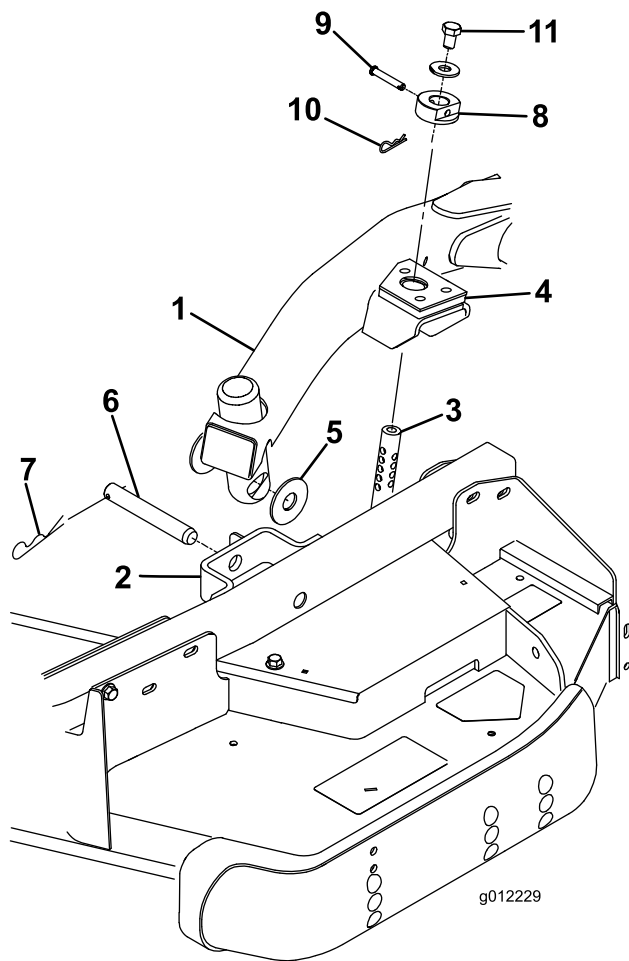

Figura 4
2. Portate la leva di sollevamento in posizione FLOAT. Spingete verso il basso un braccio di sollevamento fino a quando i suoi fori non si trovano allineati ai fori della staffa del braccio della ruota orientabile e l'asta dell'altezza di taglio può essere inserita nei pattini del braccio di sollevamento (Figura 4).
3. Fissate il braccio di sollevamento al braccio della ruota orientabile con 2 rondelle di spinta, un perno con testa e una coppiglia grande. Posizionate le rondelle di spinta tra il braccio di sollevamento e la staffa del braccio della ruota orientabile (Figura 4). Inserite l'estremità della coppiglia nell'apposito intaglio di ritegno presente sulla linguetta del braccio della ruota orientabile.
testa e le coppiglie piccole (Figura 4). La testa del perno deve essere rivolta verso la parte anteriore dell'apparato di taglio.
8. Montate un bullone ($\frac{1}{2}$ " x $\frac{3}{4}$ ") e una rondella sulla sommità di ogni asta dell'altezza di taglio (Figura 4).